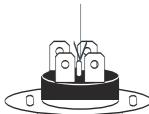

Рис. 5
5. **Водонагреватель оснащен ограничителем температуры (рис.5),** который прекратит подачу электроэнергии к ТЭНу, при перегреве воды или ее отсутствии в водонагревателе. Если водонагреватель включен в сеть, но не происходит нагрев воды и не горит индикаторная лампа, значит отключился или не был включен ограничитель температуры. Для возврата водонагревателя в рабочее состояние необходимо: